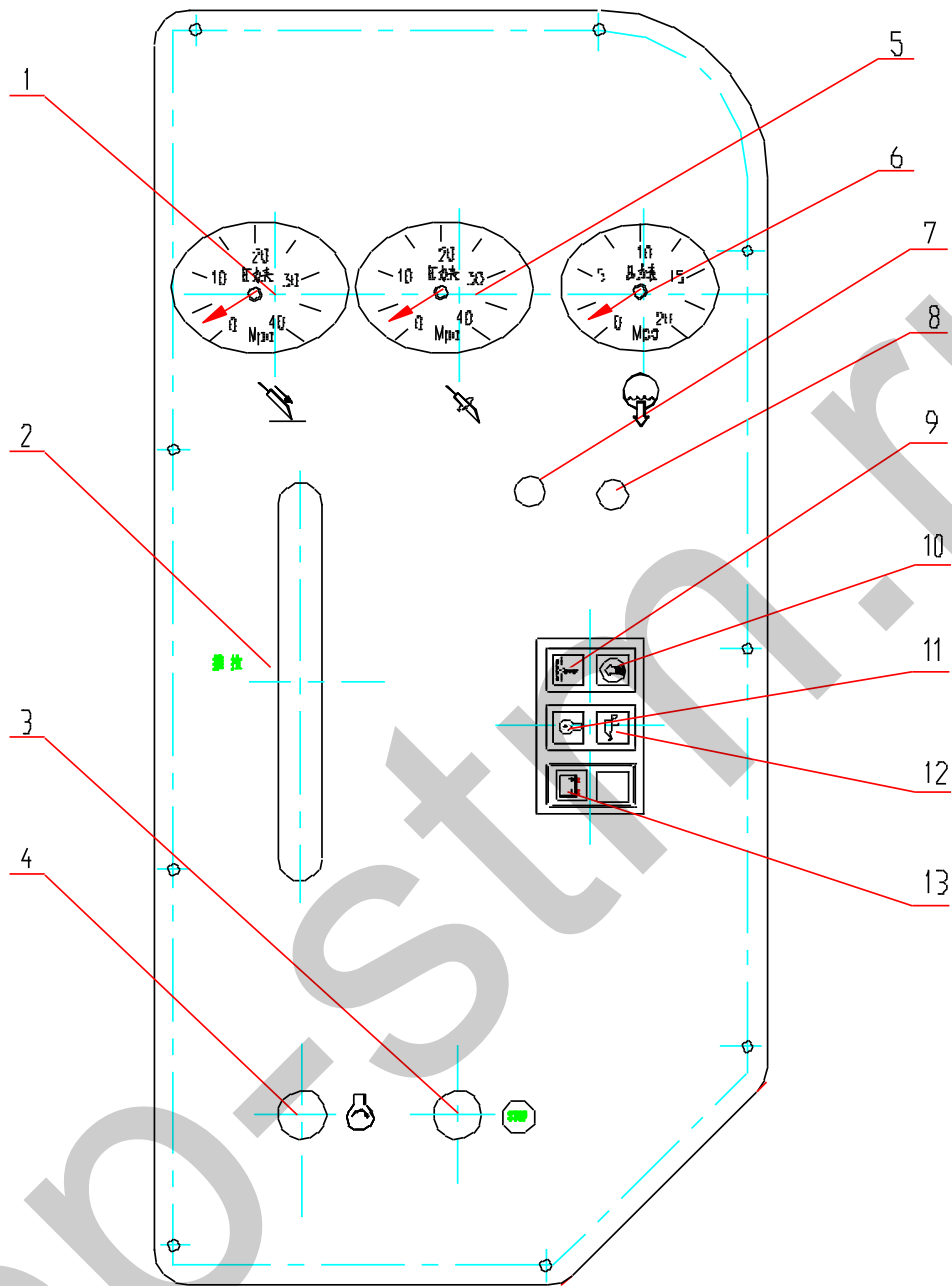

图 5 右控制台操作面板
5.1.2 右控制台操作面板如图 5 所示，其具体功能见表 3